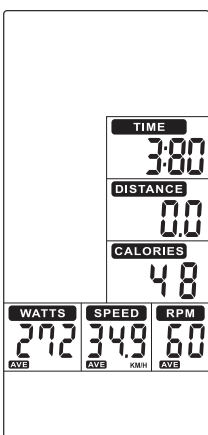
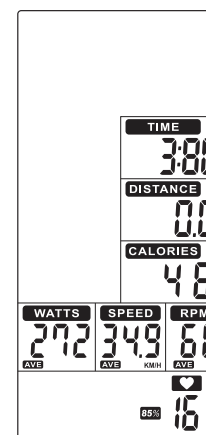

FIGURA 19
FIGURA 21
- Presione la tecla STOP (TECLA 9), la pantalla TIEMPO (PANTALLA 3) mostrará el tiempo total de entrenamiento. La pantalla DISTANCIA (PANTALLA 4) mostrará la distancia total del ejercicio. La pantalla CALORÍAS (PANTALLA 5) mostrará el consumo total durante el entrenamiento. WATTS (PANTALLA 6), VELOCIDAD (PANTALLA 2) y RPM (PANTALLA 1) cambiarán para mostrar AVG. La pantalla & MAX.PULSE cambiará para mostrar 65%, 85% MAX (Figura 21 ~ 23) cada 5s.
- Al ingresar la señal de frecuencia cardíaca, la pantalla de FRECUENCIA CARDÍACA (PANTALLA 7) mostrará la frecuencia del usuario. Si no hay señal, no se mostrará nada. (Figura 19 ~ 20).
- Presione STOP (TECLA 9) para finalizar el entrenamiento, la alerta audible sonará durante 1s y mostrará TIEMPO (PANTALLA 3), DISTANCIA (PANTALLA 4), CALORÍAS (PANTALLA 5) durante 30s y WATTS (PANTALLA 6), VELOCIDAD (PANTALLA 2) y RPM (PANTALLA 1) cambie para mostrar AVG. & MAX. La pantalla de FRECUENCIA CARDÍACA (PANTALLA 7) cambiará para mostrar 65%, 85% MÁX (Figura 21 ~ 23) cada 5s.
- Al ingresar la señal de frecuencia cardíaca, la pantalla mostrará la frecuencia del usuario de 65%, 85% MAX (Figura 21 ~ 23). Si no hay señal, no se mostrará nada. (Figura 19 ~ 20).
- Si se detecta la señal de frecuencia cardíaca, la pantalla PULSE (PANTALLA 7) mostrará la frecuencia del usuario de 65%, 85% MAX (Figura 21 ~ 23). Si no hay señal, no se mostrará nada. (Figura 19 ~ 20).
- Presione STOP (TECLA 9) para finalizar el entrenamiento, al final del entrenamiento sonará una alerta audible durante 1s y mostrará TIEMPO (PANTALLA 3), DISTANCIA (PANTALLA 4), CALORÍAS (PANTALLA 5) durante 30s y WATTS (PANTALLA 6), VELOCIDAD (PANTALLA 2) Y RPM (PANTALLA 1) cambiarán para mostrar AVG. & MAX. La pantalla PULSE (PANTALLA 7) cambiará para mostrar 65%, 85% MAX (Figura 21 ~ 23) cada 5s.
- Presione la tecla STOP (TECLA 9) para finalizar el entrenamiento, la pantalla TIEMPO (PANTALLA 3) mostrará el tiempo total de entrenamiento; DISTANCIA (PANTALLA 4) mostrará la distancia total del ejercicio; CALORÍAS (PANTALLA 5) mostrará el consumo total durante el entrenamiento; WATTS (PANTALLA 6), VELOCIDAD (PANTALLA 2) y RPM (PANTALLA 1) cambiarán para mostrar AVG. & MAX. La pantalla de frecuencia cardíaca (PANTALLA 7) cambiará para mostrar 65%, 85% MAX (Figura 21 ~ 23) cada 5s.
- Al ingresar la señal de frecuencia cardíaca, la pantalla de FRECUENCIA CARDÍACA (PANTALLA 7) mostrará la frecuencia cardíaca del usuario. Si no hay señal, no se mostrará nada. (Figura 19 ~ 20).